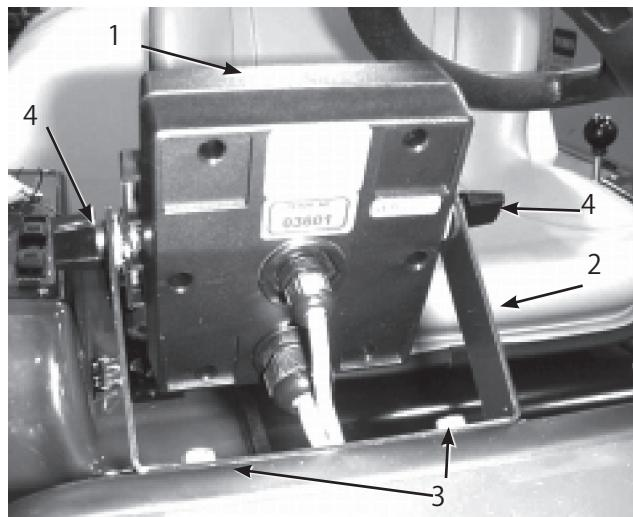

図3
1. モニタのブラケットをダッシュボードに取り付ける(図3: フランジヘッド・ボルト (1/4 x 3/4) 2本とフランジ・ナット (1/4) 2本を使用)。
2. キャリッジボルト、ゴム・ワッシャ、ノブ各2個を、図3および4のように仮止めする。
6. ブラケットにスプレー・プロを取り付け(図3)、ノブで固定する。